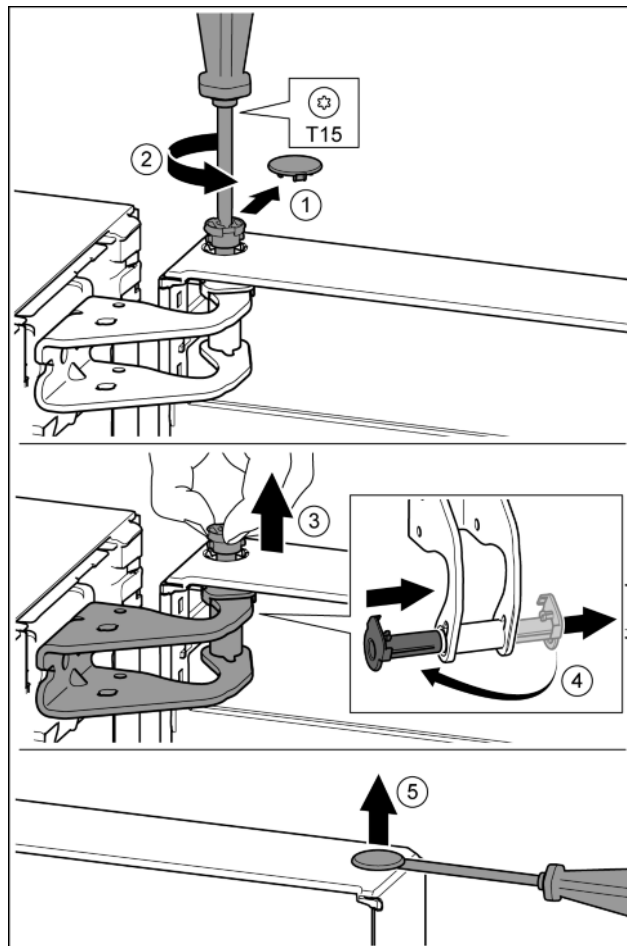

Fig. 11
- ▶ Обережно зніміть запобіжну кришку. Fig. 11 (1)
- ▶ Трохи викрутіть гвинт за допомогою викрутки T15. Fig. 11 (2)
- ▶ Притримуйте дверцята і витягніть палець руками. Fig. 11 (3)
- ▶ Витягніть із напрямної опорну втулку. Встановіть і зафіксуйте з іншого боку. Fig. 11 (4)
- ▶ За допомогою шліцевої викрутки обережно підійміть пробку із опорного втулка дверцят та витягніть її. Fig. 11 (5)